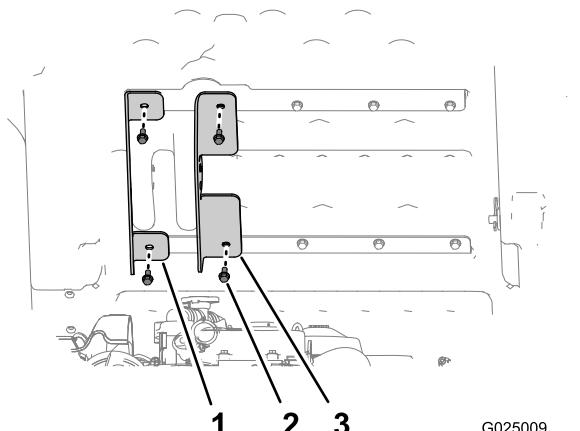

图5
3. 将左外侧升降支架带短法兰的支架与上、下货斗支柱中的外侧孔对齐(图5)。
4. 使用您在第1步中拆下的2个螺栓将外侧升降支架固定到货斗上然后用手拧紧螺栓图5。
5. 将内侧升降支架带长法兰的支架与上、下货斗支柱中的内侧孔对齐图5。
6. 使用您在第2步中拆下的2个螺栓将内侧升降支架固定到货斗上然后用手拧紧螺栓图5。
- 上紧将内、外侧升降支架固定到货斗图 5 的 4 个螺栓  $5/16 \times 3\frac{3}{4}$  英寸的扭矩至  $1516.6\text{N}\cdot\text{m}$ 。